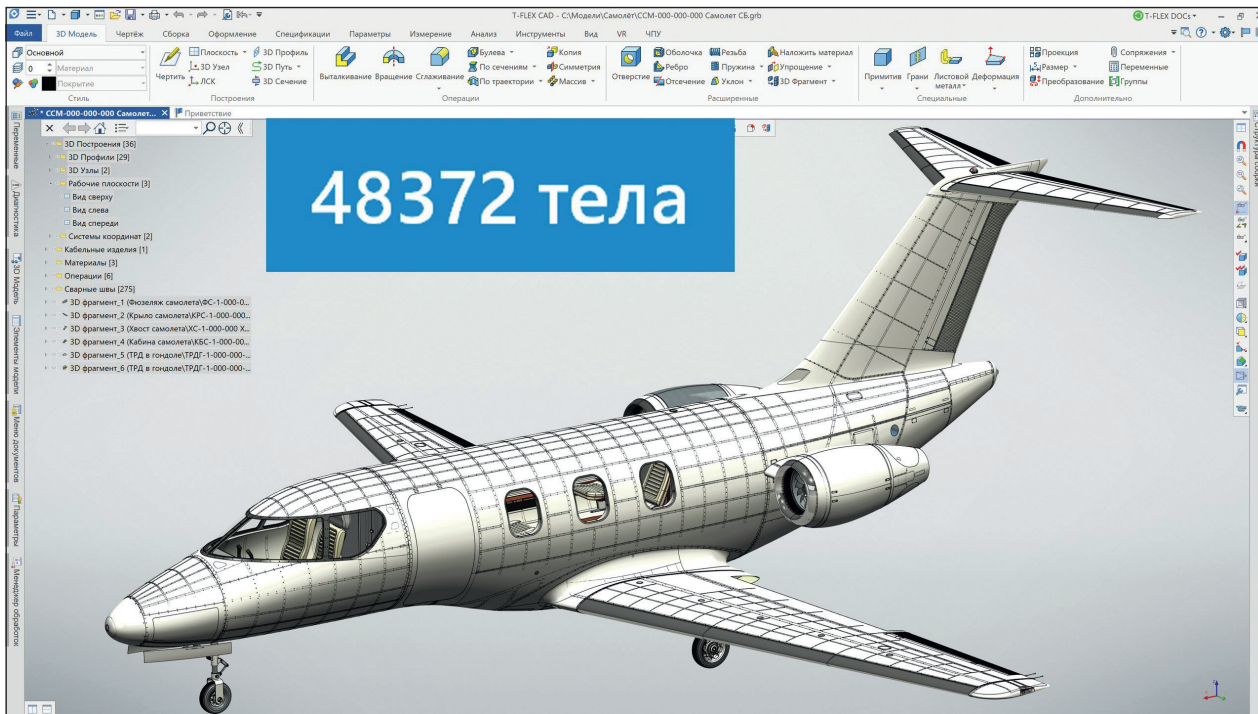

Рис. 1. Модель самолета в T-FLEX CAD
- ускорение открытия файлов до 10 раз и более. Особенно ярко улучшения проявляются при работе с большими сборками (рис. 1);